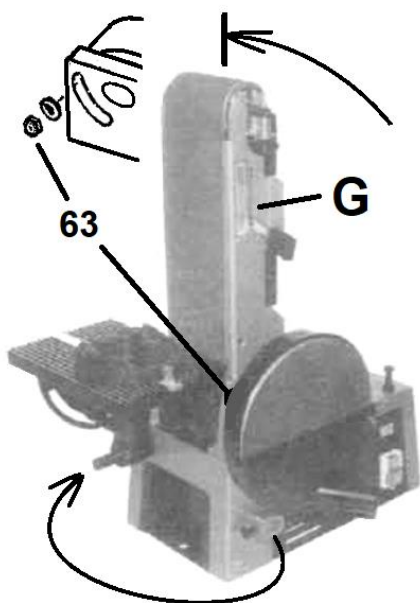

Abbildung 8-1: Bandschleifen im vertikalen Betrieb
1. Die Mutter (63, Abb. 8-1) lösen, den Schleifarm (G) in die vertikale Stellung bringen. Den Schleiftisch abbauen. Einen 90° Winkel zwischen Schleiftisch und Schleifarm einstellen. Den Schleifarm durch das Festziehen der Mutter (63) wieder festsetzen.